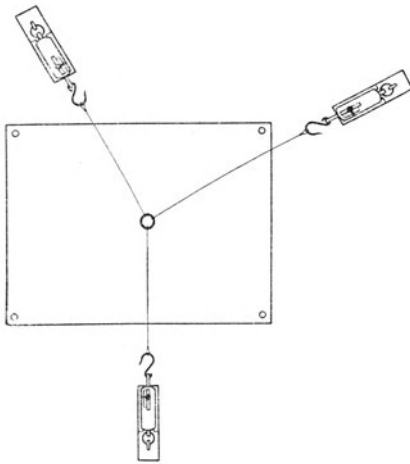

Fig. 33.
**Anleitung.** x) Befestige die drei Schnüre mit einem Ende am Messingring und mit dem andern Ende an den Haken der Federwagen. Klemme die Schlitten der Wagen an verschiedenen Stellen des Tisches oder des Reißbretts so fest, daß die Schlitze in den Schnurrichtungen liegen. Hefte unter dem Ring ein Blatt Papier mit Reißnägeln fest (Fig. 33). Verschiebe den Ring und prüfe, ob er genau seine alte Lage wieder einnimmt. Ist das nicht der Fall, so sieh nach, ob irgendwo eine Reibung zwischen Feder und Gehäuse oder Wage und Unterlage stattfindet, und beseitige die Störung. Lege unter die Schnüre kleine Spiegelstreifen, ohne dabei die Schnüre zu verschieben, halte das Auge so, daß sich die Schnur und ihr Spiegelbild decken und mache nahe bei einem Ende des Streifens ganz genau unter der Schnurmitte mit einem spitzen Blei einen Punkt auf das Papier.